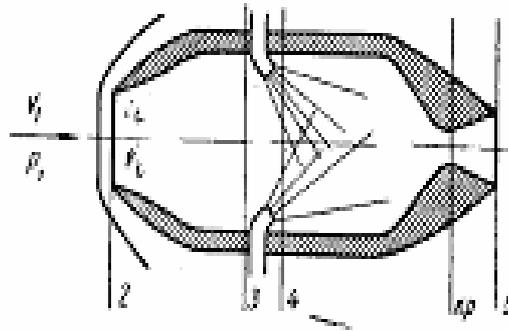

Рис. 18
85. Провести приближенный газодинамический расчет прямого ВРД с простым входом (прямой скачок уплотнения на входе в двигатель) в полете со скоростью $V_1 = 510 \frac{м}{сек}$, при температуре окружающего воздуха $t_1 = 12^\circ C$ и давление $p_1 = 0,92 атм$. Конструктивные параметры двигателя (рис. 18): диаметр входного сечения $d_2 = 480 мм$, диаметр камеры сгорания $d_4 = 800 мм$. Сгорание топлива происходит при постоянном давлении и вызывает в сечении 4 рост температуры смеси на 1800° . В области 2-3 считать показатель адиабаты $k = 1,4$, в области 4-5 считать $k = 1,33$.